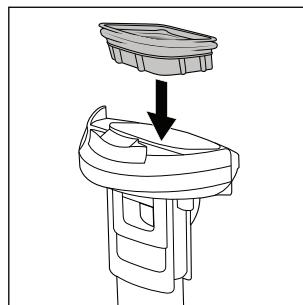

Fig. 28
- ◆ Cuando las piezas estén secas, vuelva a montar el filtro ⑩ en la tapa del depósito de agua sucia ⑨ (consulte la fig. 28).